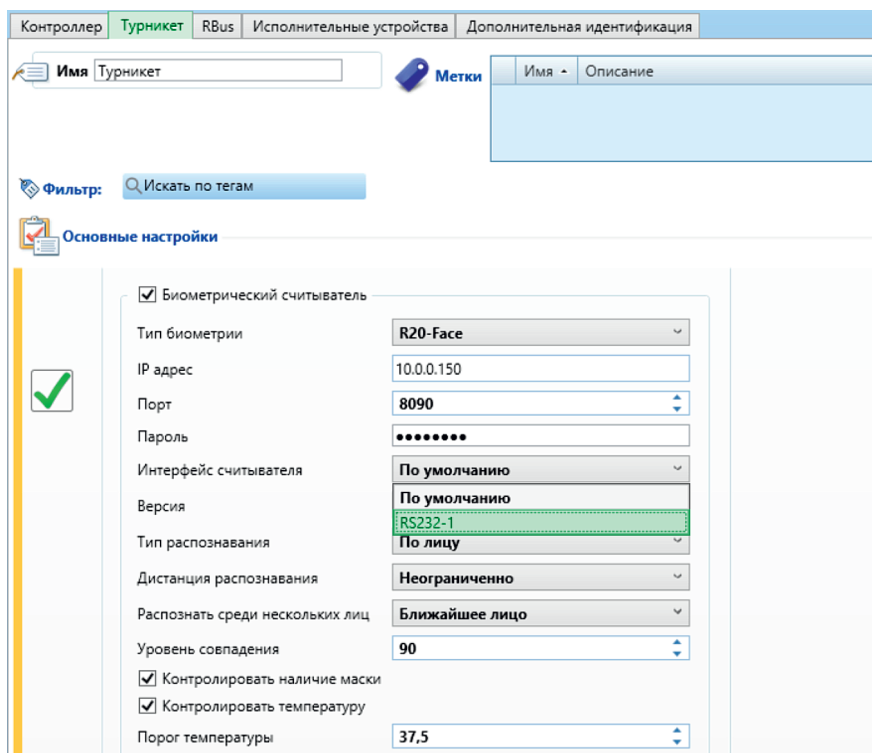

Рис. 7. Настройка терминала, подключенного к конкретному контроллеру
1. Через кнопку «Редактировать» поставьте флажок у пункта «Биометрический считыватель» и укажите IP-адрес терминала, подключенного к этому контроллеру (рис. 7).